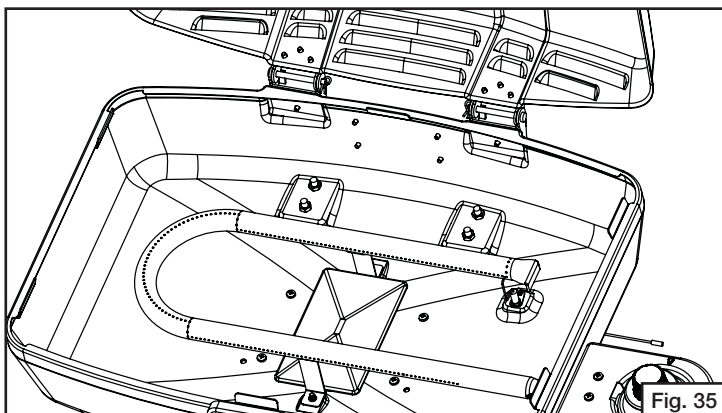

Fig. 35
3. Usando un destornillador, quite los tornillos autorroscantes que fijan las abrazaderas del quemador debajo de la caja y quite el quemador. (Fig. 35)